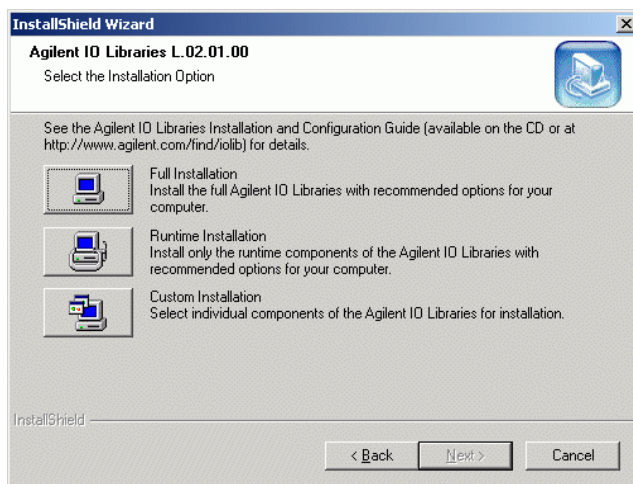

Figura 15 Scegliere l'installazione SICL e VISA completa.
- 3 Scegliere **Full installation** per installare i componenti delle biblioteche SICL e VISA (vedere la Figura 15 a pagina 55). Scegliere **Next**; il sistema inizia l'installazione dei componenti SICL e VISA delle biblioteche di I/O.